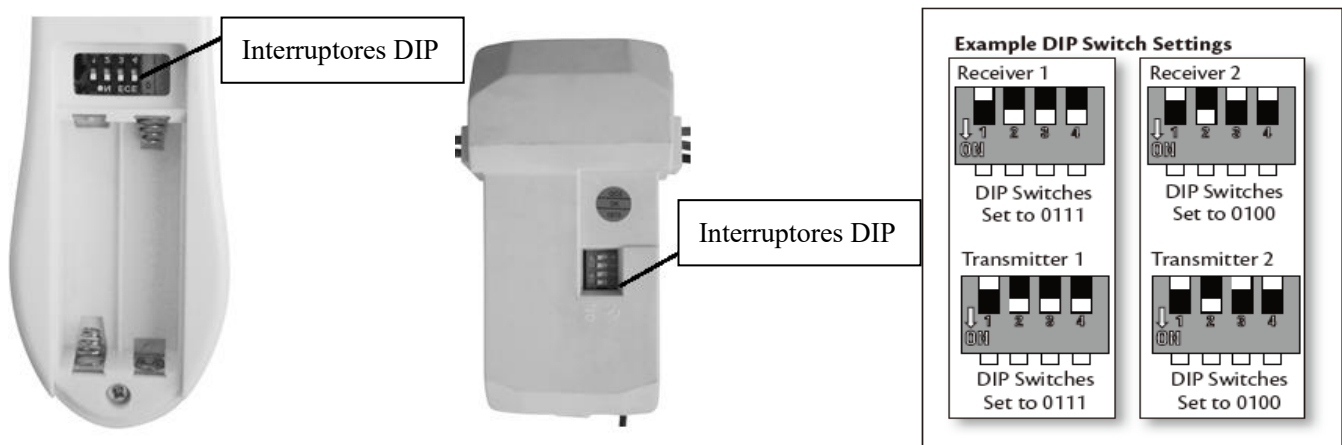

Fig. 11 Compartimento de las pilas del mando **Fig. 12** Interruptor DIP del receptor
- Para utilizar el mando a distancia se necesitan 2 pilas AAA de 1,5 V (tamaño). Retire la tapa del compartimento de las pilas de la parte posterior del mando a distancia e inserte 2 pilas AAA. Asegúrese de que las polaridades son las correctas, tal y como se muestra en el compartimento de las pilas. **(Fig.11)** (Pilas no incluidas.)